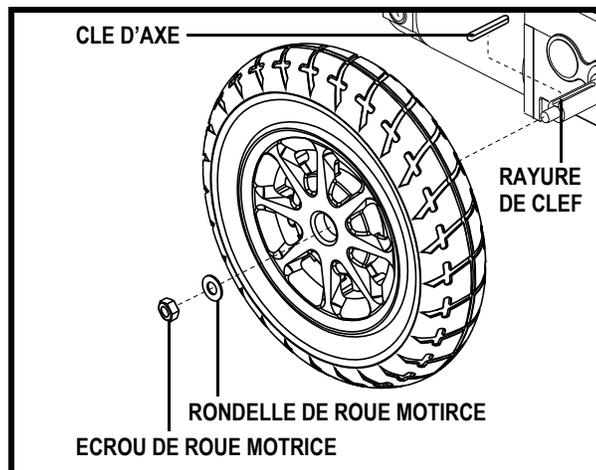

Figure 23. Enlèvement de la roue motrice
4. Retirez l'écrou et la rondelle de roue motrice sur l'essieu. **Voir la figure 23.**